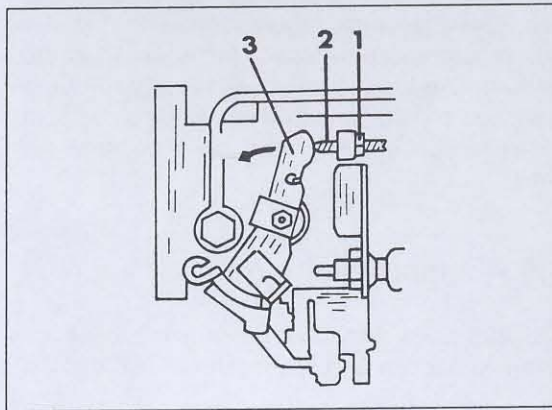

Bild 206
● Falls der Leerlauf nicht innerhalb $750 \pm 30/\text{min.}$ liegt, die Kontermutter (1) in Bild 206 lockern und mit einem Schraubenzieher die Einstellschraube (2) verstellen, bis der Motor rund im Leerlauf läuft. Die Schraube nach innen drehen, um den Leerlauf zu erhöhen, wie es im Bild durch den Pfeil gezeigt wird. Der Gashebel wird dabei nach aussen geschoben, um die Motordrehzahl zu erhöhen.